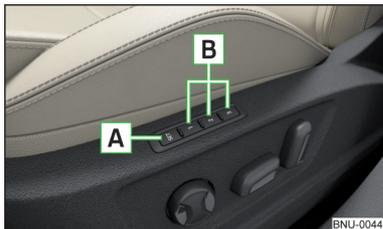

Abb. 76
Unter den Speichertasten **B** am Fahrersitz kann jeweils eine Einstellung der Fahrersitz- und Außenspiegelposition gespeichert werden » Abb. 76.
- › Die Taste **SET** **A** » Abb. 76 drücken und anschließend innerhalb von 10 s die gewünschte Speichertaste **B** drücken. Das Speichern wird mit einem akustischen Signal bestätigt.
- › Die Zündung einschalten und die gewünschte Speichertaste **B** » Abb. 76 drücken.